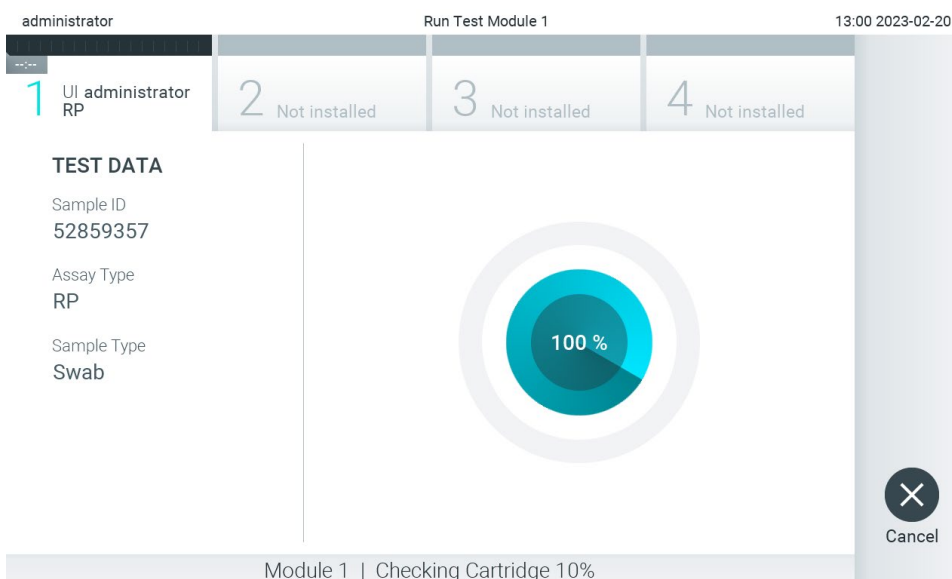

Abbildung 28. Testdurchführung und Anzeige der verbleibenden Laufzeit.
9. Während der Test läuft, wird die restliche Zeit auf dem Touchscreen angezeigt (Abbildung 28).